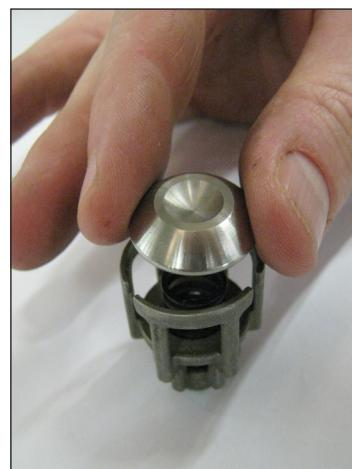
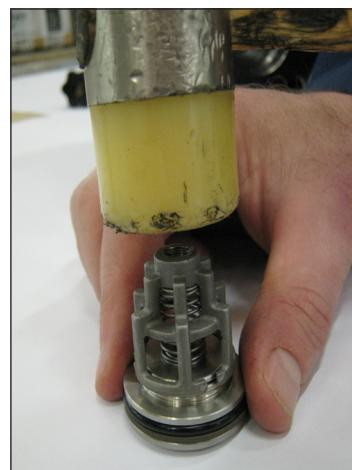

Fig. 24
Fig. 25
- 1 **Durante el ensamblaje de los grupos de válvula de aspiración y envío (Fig. 24 - Fig. 25), no invertir los muelles de aspiración con aquellos de envío desmontados anteriormente:**